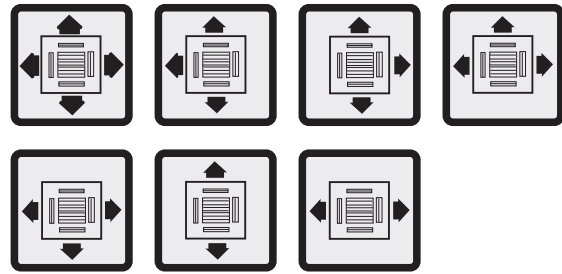
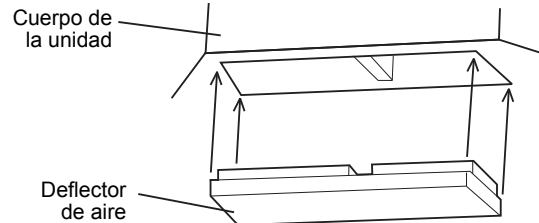

Imagen 2.3
Imagen 2.4
5. De acuerdo con la forma de la habitación, determine las direcciones de flujo de aire para el emplazamiento de la instalación. Consulte la Imagen 2.3 para ver el esquema de la dirección del flujo de aire. Si parte de la ventilación debe estar bloqueada, puede insertar un deflector de aire en la rejilla de ventilación del cuerpo de la unidad para bloquear el flujo de aire. Consulte la Imagen 2.4.